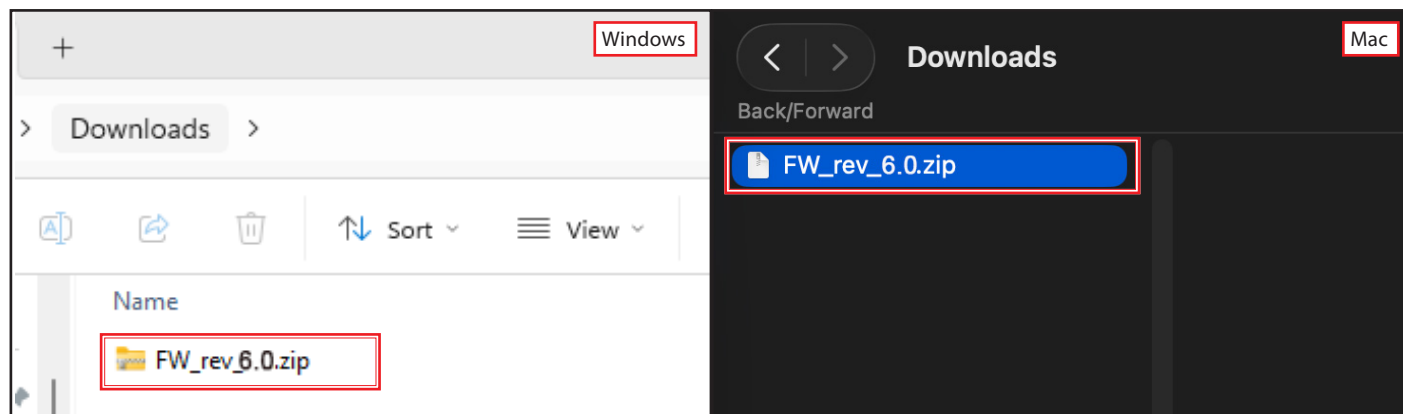

Fig. 6. Localisez et ouvrez l'emplacement du téléchargement.
6. Localisez et ouvrez l'emplacement du téléchargement. Il s'agit généralement de votre dossier de téléchargements. Voir Fig. 6.